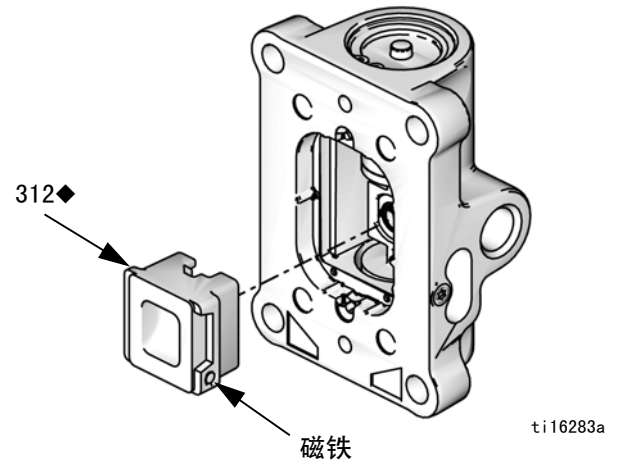

图 15. 空气阀杯安装
7. 安装弹簧 (311◆)。润滑和安装空气阀杯 (312◆)，参见图 15。将小圆磁铁与空气入口对准。